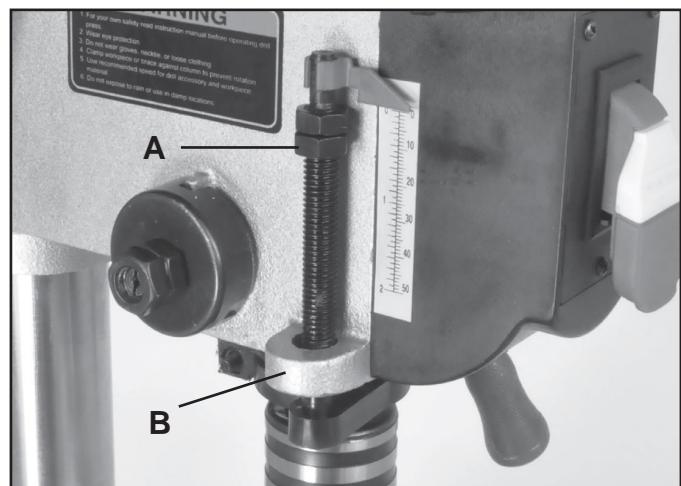

FIG. 7
7. TOPE DE PROFUNDIDAD: El tope de profundidad y la escala se encuentran en el lado izquierdo del interruptor. Para ajustar, baje el mandril hasta que el puntero muestre la profundidad deseada en la escala. Afloje la tuerca inferior en el eje roscado (FIG. 7, A) hasta que toque fondo en el cabezal fundido (B). Apriete la tuerca superior contra la tuerca inferior para mantener el ajuste.